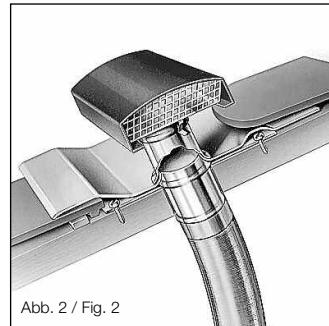

Abb. 2 / Fig. 2
Unclip and remove the hood and form the flashing sheet (2) to fit the tile profile (avoid any folds). Position the spigot at 90° to the roof surface. If installing the DDF on a tiled roof secure the DDF at points A and B with additional battens. Position the hood so that the grilles are parallel to the roof pitch (see fig. 2). Models from Ø 200 mm and larger have a metal sheet underneath the flashing (2) to additionally secure the unit with nails or screws. The connection between DDF and ducting (3) must be sealed to prevent leakage. Condensation must be avoided (with the use of insulation where possible) or drained off in a safely controlled way.
Après avoir retiré le capot pare-pluie (1) maintenu par des clips, former la feuille de plomb (2) de façon à épouser les reliefs, en évitant les abords du sertissage. S'il s'agit d'une couverture tuile, il est souhaitable de réaliser un calage dans le sens des litäux afin de supporter la feuille de plomb en A et B. Le capot pare-pluie doit être installé avec l'écoulement d'air perpendiculaire à la pente du toit (voir fig. 2).